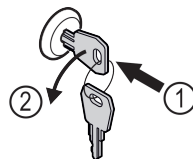

Fig. 161
- Trykk inn nøkkelen. Fig. 161 (1)
- Vri nøkkelen 90° mot klokka. Fig. 161 (2)